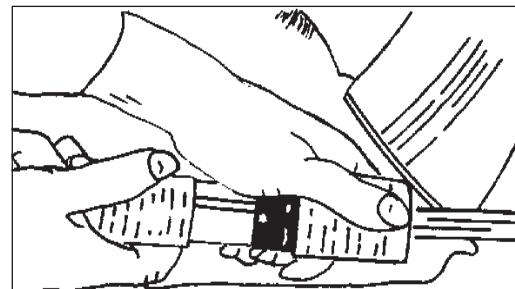

Imagen 6
- Asegúrese de que el interruptor de control esté en la posición «OFF» y desconecte la espiral del motor del cable de alimentación. (Imagen 6)
- Asegúrese de que el interruptor de control esté en la posición «OFF» y, a continuación, conecte el cable de alimentación a un circuito con fusible debidamente conectado a tierra. Conecte el cable de alimentación a la espiral del motor. (Imagen 6)